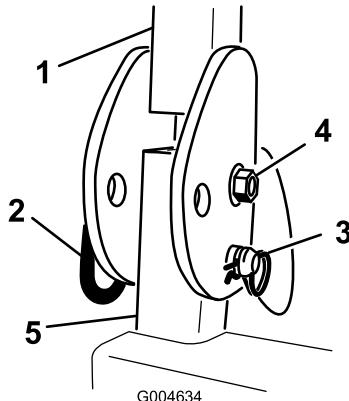

Figura 6
1. Rimuovete le coppiglie e le due spine dal roll bar (Figura 6).
2. Alzate completamente il roll bar e montate le due spine, quindi fissatele con le coppiglie (Figura 6).